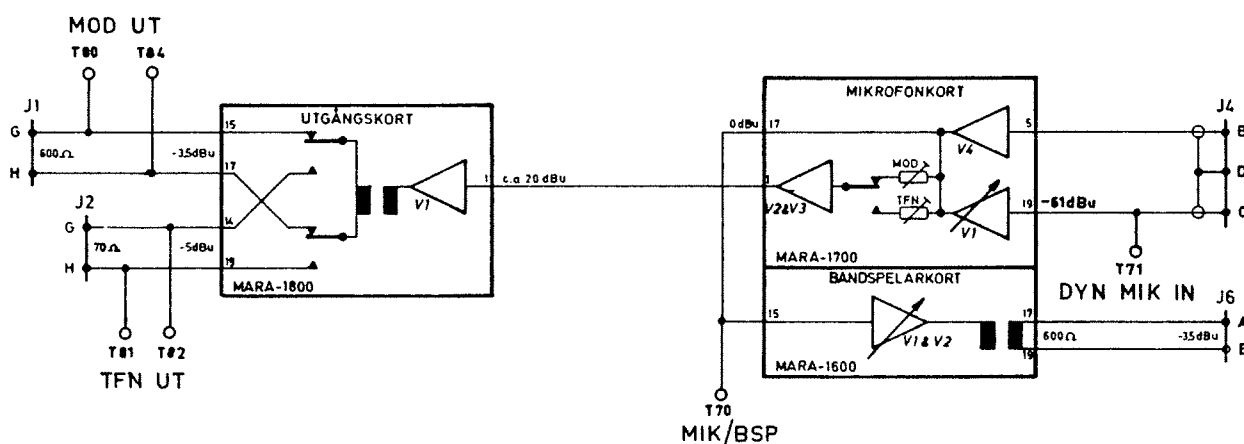

Bild 18. Blockschem BEE
6.3.2.1 Anslut LF-generatorn och URI-metern till betjäningsenhetens mätuttag T71 DYN MIK IN och T90 \perp , se bild 18 och 19. Ställ in LF-generatorn på 1000 Hz och -61 dBu (0,7 mV).